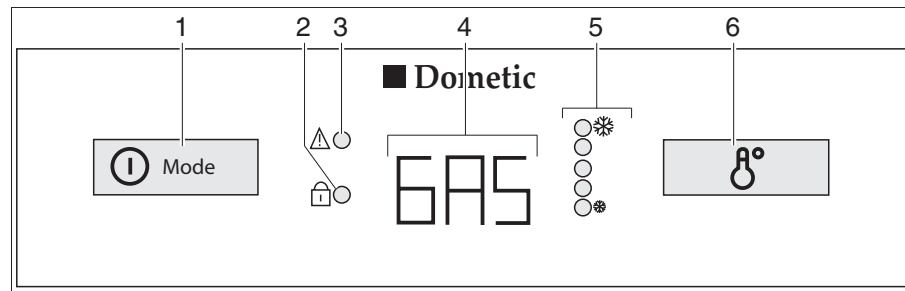

Fig. 270 Elementos de mando para el frigorífico (Dometic de la serie 8 con AES)
Con averías, parpadeará el visualizador LED avería "⚠" (Fig. 270,3).
Si **no** está conectada la alimentación de 230 V y el motor del vehículo está **desconectado**, el AES selecciona el suministro de gas. Al seleccionar el suministro de gas se abre automáticamente el seguro de encendido, de forma que puede fluir gas hacia el quemador. Simultáneamente se conecta el encendedor electrónico. Si se apaga la llama de gas, p. ej. debido a un golpe de viento, el encendedor se activa inmediatamente y enciende de nuevo el gas. Con una avería en el funcionamiento a gas, en el piloto (Fig. 270,4) parpadeará el texto "GAS".
Una vez conectado, el frigorífico selecciona automáticamente el ajuste medio del termostato. Este ajuste puede regularse posteriormente a mano con el conmutador para el ajuste de temperatura (Fig. 270,6). Los visualizadores LED (Fig. 270,5) indican el ajuste seleccionado del termostato. Con el interruptor se ajusta la temperatura de refrigeración para los tres tipos de energía. Pasan algunas horas hasta que el frigorífico alcanza la temperatura de servicio normal. Al conmutar el modo de funcionamiento se mantiene el ajuste del termostato. La temperatura de refrigeración se mantiene independientemente del tipo de energía.
- Pulsar el conector/selector de energía (Fig. 270,1) 2 segundos para conectar el aparato. Se visualiza el último modo de funcionamiento seleccionado en el piloto (Fig. 270,4).
- Seleccionar el tipo de energía con el conector/selector de energía (Fig. 270,1).
- La temperatura de refrigeración puede ser ajustada en el conmutador para el ajuste de temperatura (Fig. 270,6). Los visualizadores LED (Fig. 270,5) indican el ajuste seleccionado del termostato.
- Pulsar el conector/selector de energía (Fig. 270,1) 2 segundos. Todos los visualizadores se apagan.